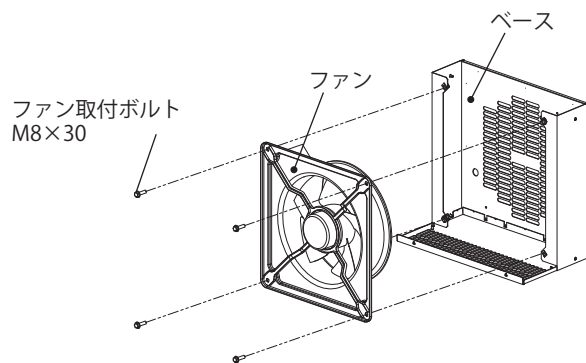

図 8
2. ファン取付ボルト M8×30 (4 カ所) を取り外し、ファンを取り外してください。(図 8)